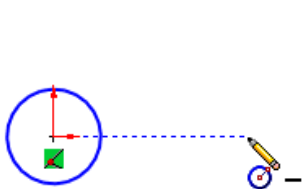

图 2-61 绘制第一个圆
- ② 单击[草图]操控面板上的[圆]按钮，此时鼠标指针变为形状。
- ③ 将鼠标指针移动到原点处，当鼠标指针变为形状时单击。
- ④ 拖动鼠标指针到适当的位置后再次单击绘制一个以原点为圆心的圆。
- ⑤ 水平向右拖动鼠标指针，这时会出现蓝色的水平推理线，如图 2-61 所示。